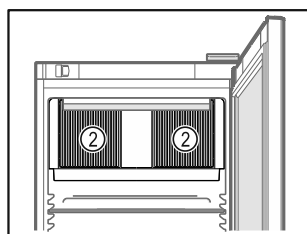

Fig. 41
- Не закрывайте вентиляционную щель Fig. 41 (2) вентилятора циркуляционного воздуха во внутренней камере.